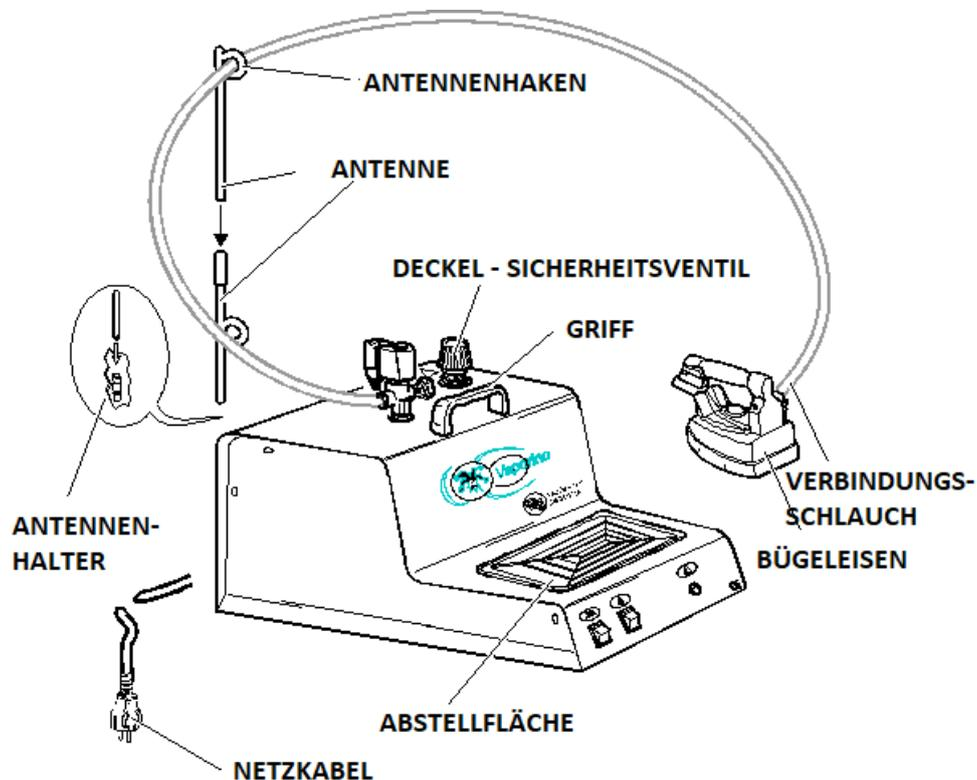
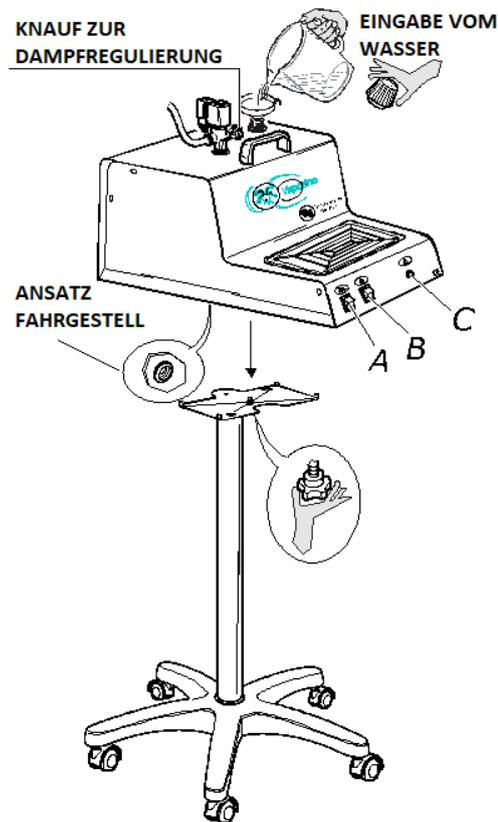

Abb. 1
Abb. 2
Vor dem Eintreffen des VAPORINO INOX MAXI muss man in der Nähe des Einsatzstandortes, eine geeignete Steckdose für die Stromversorgung des VAPORINO INOX MAXI bereitstellen (wir empfehlen einen differentiellen magnetothermischen Fehlerstrom-/Differenzstrom-Schutzschalter 16 A 30 mA). Verwenden Sie für den Transport, das Verrücken und Handhabung des VAPORINO INOX MAXI ausschließlich den dafür vorgesehenen Griff. Ziehen Sie niemals an den elektrischen Kabeln (Abb. 1).
2. Nehmen Sie VAPORINO INOX MAXI aus dem Karton, montieren Sie die Antenne und setzen Sie sie in den speziellen Antennenhalter auf der Rückseite des VAPORINO INOX MAXI ein (Abb. 1). Kontrollieren Sie, dass die Antenne gut bis zum Ende eingesetzt wurde.
4. Legen Sie das Bügeleisen auf die mitgelieferte Gummi-Abstellfläche (Abb. 1).
5. Für VAPORINO INOX MAXI mit Fahrgestell: Schrauben Sie den Knauf des Gestells auf die Verbindungsstelle am Sockel des VAPORINO INOX MAXI (Abb. 2) fest.
1. Schrauben Sie den Ventildeckel des VAPORINO INOX MAXI ab (Abb. 1), füllen Sie den Tank der Dampfstation mit der gewünschten Wassermenge (Abb. 2) auf und achten Sie darauf, dass er nicht überläuft. Es wird empfohlen, die Dampfstation mit einem Trichter zu befüllen. Schrauben Sie den Deckel wieder auf, indem Sie diesen am Kunststoffteil halten und berücksichtigen Sie die Warnung, den Deckel nicht zu stark anzuziehen, da sonst die Dichtung beschädigt wird (siehe Abschnitt 7).
3. Schalten Sie den Schalter der Dampfbügelstation (Abb. 2 B) und den Schalter des Bügeleisens (Abb. 2 A) ein und stellen Sie den Thermostat-Regler (Abb. 3) auf die Einstellung „Baumwolle“.
4. Warten Sie, bis die Leuchte der Dampfbügelstation erlischt (Abb. 2 C). Der Druckmesser soll ca. 2,5/3 bar anzeigen. Heben Sie nun das Bügeleisen mittels des Korkgriffs an und drücken Sie die kleine Taste seitlich vom Griff des Bügeleisens (Abb. 4) 4-5 mal um Dampf abzulassen. Achten Sie darauf, dass der Dampf gut gesättigt ist (durch das Drücken der kleinen Taste, wobei die Bügelsohle dem Boden zugewandt werden soll). Sie können die gewünschte Dampfmenge auch
mittels Dampfeinstellknopf des Magnetventils einstellen (Abb. 2). Nach Abschluss dieser Tätigkeiten ist das Bügeleisen bereit zum Bügeln. Während des Bügelns leuchtet die Dampfstationsleuchte auf und erlischt kontinuierlich, ein Zeichen, dass sie in normaler Funktionsweise arbeitet (Abb. 2 C).
11. **Der Ventildeckel (Abb. 1) darf nie durch Deckel anderer Arten ersetzt werden. NB: Der Ventildeckel ist auf 4,5 bar eingestellt und hat auch die Funktion eines Sicherheitsventils.**
3. Wir raten zum Gebrauch der Gummi-Abstellfläche (Abb. 1).
5. Sollte VAPORINO INOX MAXI in Kombination mit einem nicht dampf-absaugenden Bügelbrett verwendet werden, können Wasserflecken auf dem Tisch entstehen. Verringern Sie in diesem Fall den Dampfstrom des Bügeleisens mit dem Dampfeinstellknopf (Abb. 2). Es ist daher ratsam, das Gerät mit einem beheizten Bügeltisch, der den Dampf aufsaugt zu gebrauchen.
Sollte es kein Wasser mehr geben, wird dies mittels Leuchte „Ohne Wasser“ signalisiert. Entfernen Sie den Stecker aus der Steckdose, drehen Sie den Ventildeckel um 360° (Abb. 1) und warten Sie, bis der gesamte Dampf entwichen ist (der Druckmesser muss 0 bar anzeigen). Den Deckel vorsichtig abschrauben, entfernen und ca. 5/10 Minuten warten.
Füllen Sie den Tank der Dampfstation je nach Bedarf mit Wasser auf (Abb. 2). Nicht überfüllen (siehe Abschnitt 4, Punkt 1)! Schrauben Sie den Ventildeckel wieder auf,
stecken Sie den Stecker wieder ein und warten Sie, bis die Tank-Warnleuchte erlischt (Abb. 2 C). Das Bügeleisen ist somit wieder bügelbereit.
Entfernen Sie die Ventilkappe (Abb. 1) und drehen Sie den VAPORINO INOX MAXI nach rechts um, damit Wasser und eventuelle Verunreinigungen austreten können.
4. die Ventilkappe alle 2500 Betriebsstunden, spätestens jedoch alle 3 Jahre (Abb. 1).